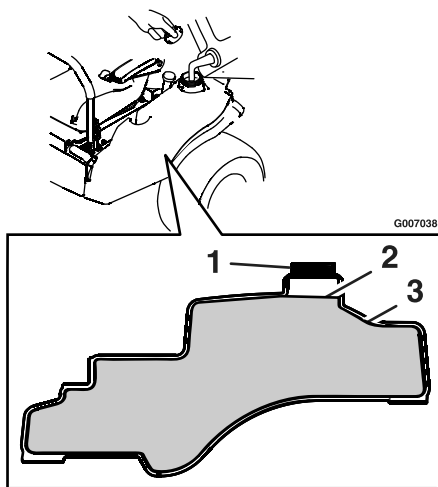

Bild 8
3. Füllen Sie bleifreies Normalbenzin in den Tank, bis ein Stand unterhalb des Randes des Einfüllstutzens erreicht ist (Bild 8). Dieser Platz im Füllstutzen des Tanks ermöglicht eine Ausdehnung des Benzins. Füllen Sie den Kraftstofftank nicht ganz auf.